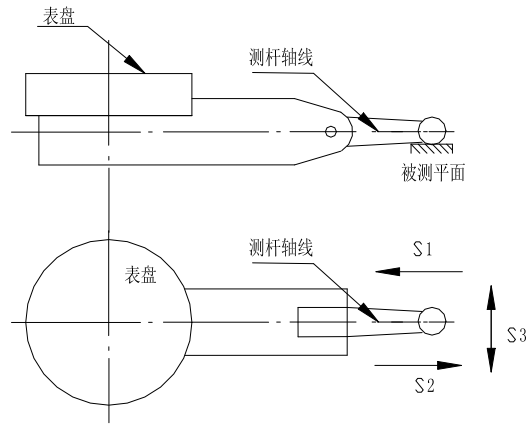

图 3-8 测量平面时，测杆的运动方向
(2) 确保测杆正确的运动方向：确保测杆沿着测杆轴线方向运动，否则会造成测杆折断。
①当测量平面时，确保测杆沿着测杆轴线方向运动，如图 3-8 中 S1 所示的方向；图 3-8 中 S2 所示的方向为不建议使用的方向；禁止测杆沿着 S3 所示方向运动，以免该方向的摩擦力造成测杆折断。